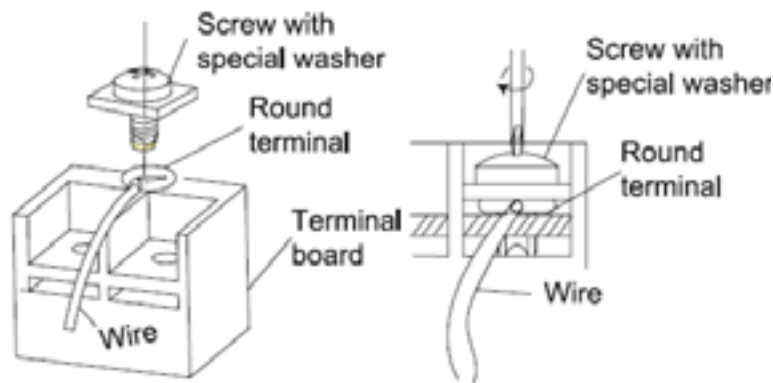

Fig. 25
(2). For strand wiring (Fig. 25)